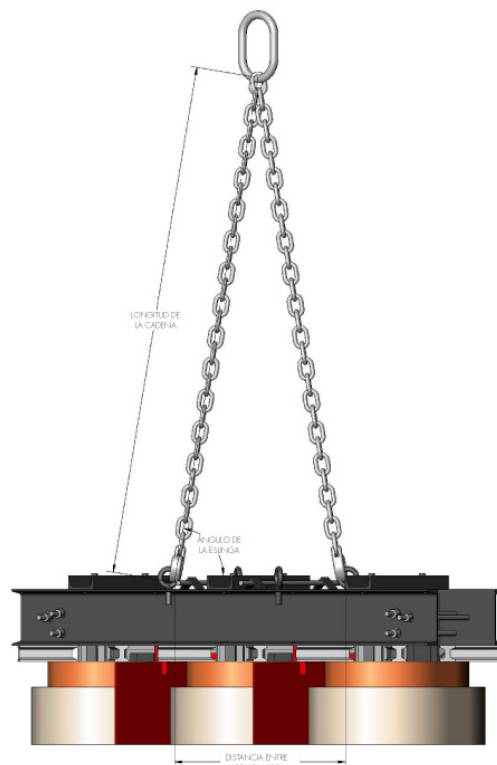

FIGURE 6
- 5) Vérifiez que l'angle de l'élingue est inférieur à 10 degrés (voir figure 6 et tableau 1).